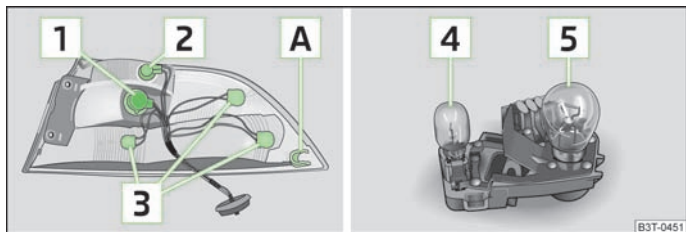

Fig. 193 Partie extérieure du bloc optique arrière : ampoules/partie intérieure du bloc optique arrière : ampoules
Synoptique des emplacements des ampoules » fig. 193.
- Pour la repose, fichez d'abord le bloc optique arrière avec le support A » fig. 193 vers l'avant sur l'un des boulons de la carrosserie.
- Retirez l'ampoule défectueuse **4** » fig. 193 de la douille et insérez une ampoule neuve dans la douille.